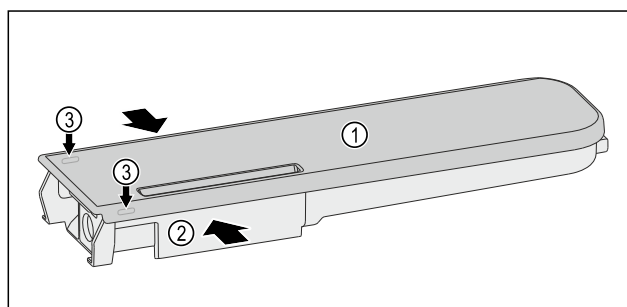

Fig. 189
- ▶ Stisnite spremnik za vodu Fig. 189 (2), pažljivo podignite poklopac Fig. 189 (1) preko zasuna Fig. 189 (3) i ga povucite prema gore.
- ▶ Poklopac Fig. 189 (1) lagano pomičite amo-tamo i izvadite ga prema gore.